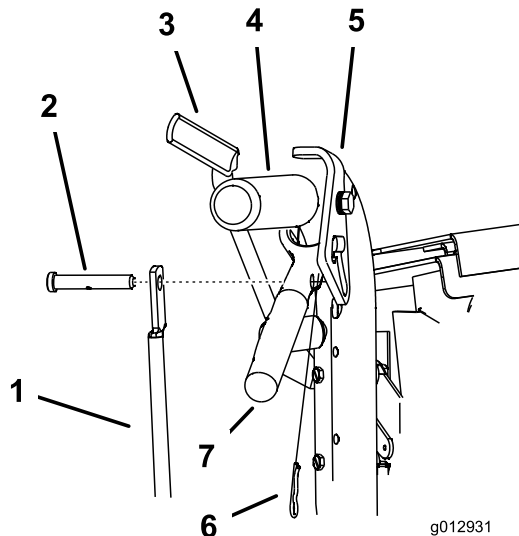

Figura 45
1. Retire los pasadores y los pasadores de seguridad de las palancas de avance y los cierres de bloqueo de punto muerto (Figura 45).